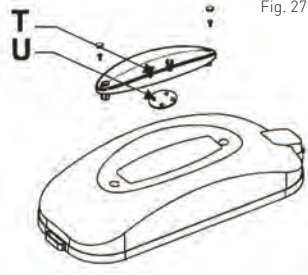

Fig. 27
**AVERTISSEMENT !** N'immergez pas les couvercles du réservoir avec l'ampoule dans un liquide. Avant le nettoyage assurez-vous que toutes les ampoules ont été démontées conformément aux instructions (voir la Fig. 27):